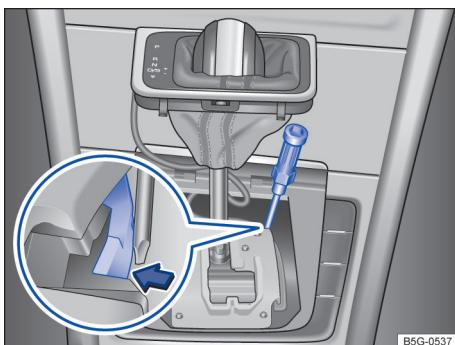

Fig. 111 Destrar emergencialmente o bloqueio da alavanca seletora (variante 1).
- Com a lâmina plana da chave de fenda das ferramentas de bordo pressionar cuidadosamente a alavanca de destravamento no sentido da seta → Fig. 111 (lupa) e manter nessa posição (variante 1).